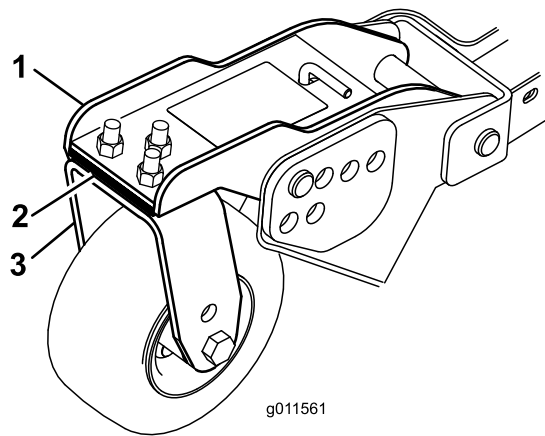

**Figura 78**
1. Allentate i controdati sulla parte superiore o inferiore del bullone a U della catena dell'altezza di taglio (Figura 78).